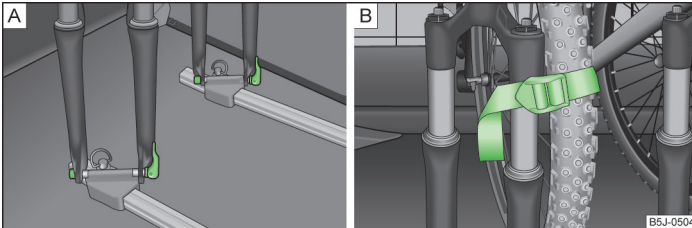

Abb. 59 Fahrrad einsetzen / Befestigungsbeispiel des Vorderrads
- › Die Fahrradgabel auf die Befestigungsachse aufsetzen und mit dem Schnellspanner festziehen » Abb. 59 - A.
- › Das abgebaute Vorderrad am besten zwischen der Kurbel des linken Pedals und dem Fahrradrahmen verstauen und mit einem Gurt an der Vordergabel » Abb. 59 - B bzw. an einem der Befestigungselemente befestigen.